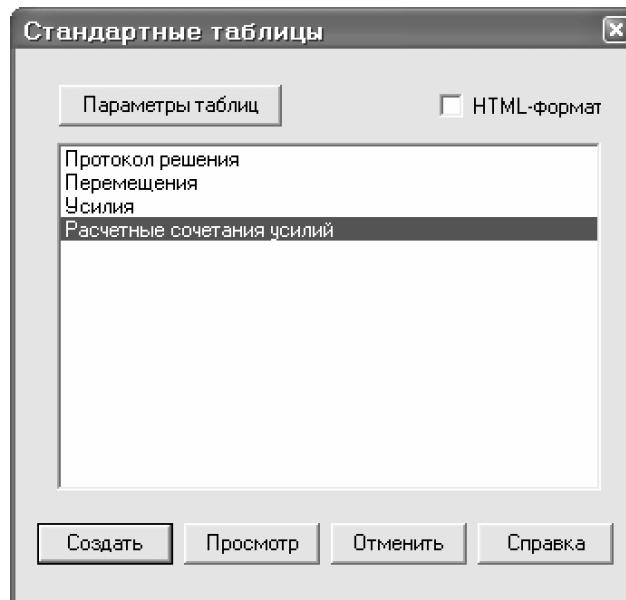

Рис.2.15. Диалоговое окно Стандартные таблицы
- После этого в диалоговом окне **Стандартные таблицы** (рис. 2.15) выделите строку **Расчетные сочетания усилий**.